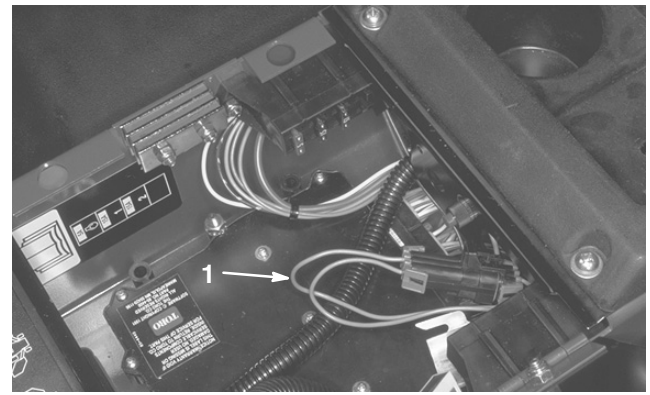

Bild 28
2. Öffnen Sie die Armaturenbrettdeckungsabdeckung. Ermitteln Sie den Kabelbaum und die Stecker in der Nähe des Controllers. Ziehen Sie den Rückführungsstecker vorsichtig aus der Kabelbaumbüchse (Bild 28).
3. Schließen Sie die ACE-Diagnostikanzeige an den Kabelbaum an (Bild 28). Stellen Sie sicher, dass sich das richtige Overlayschild auf der ACE-Diagnostikanzeige befindet.